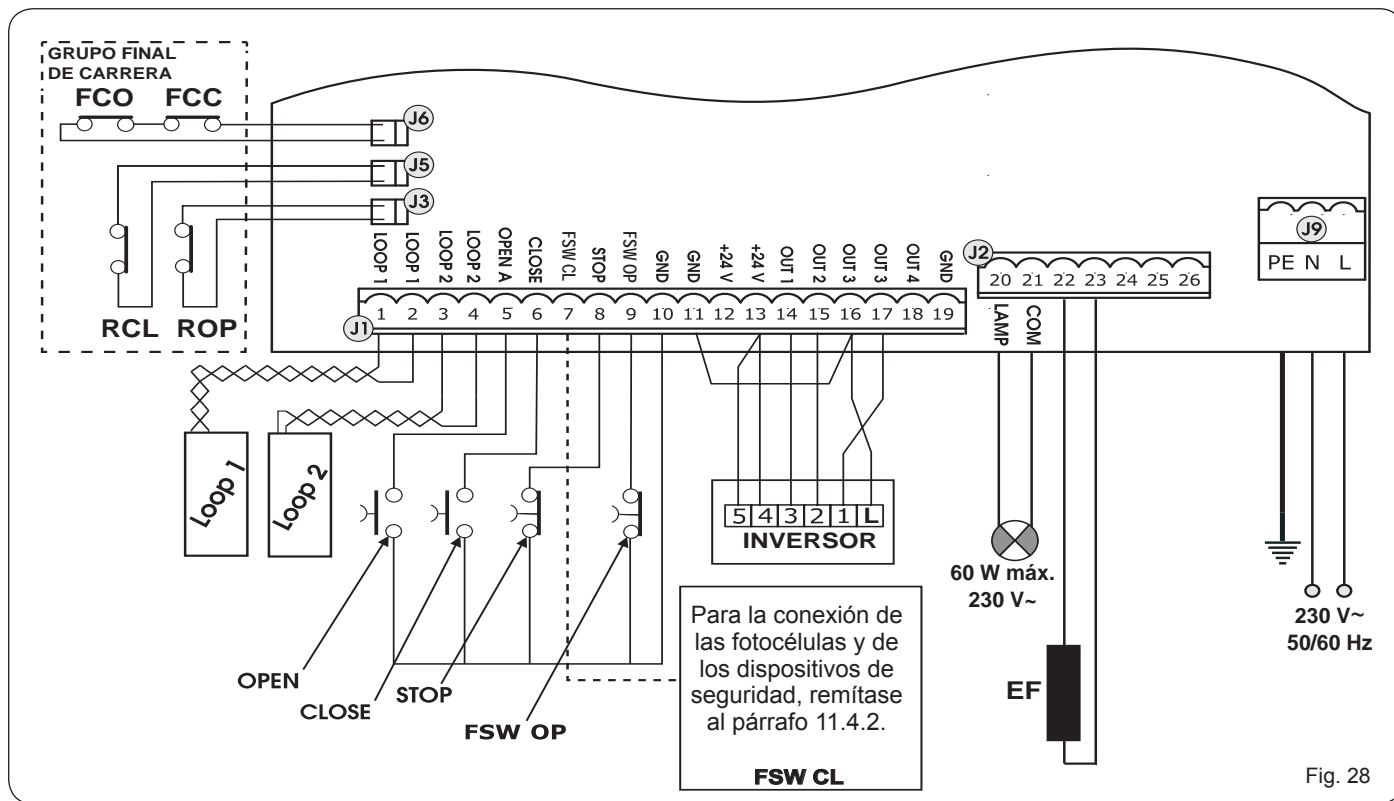

Fig. 28
- Conecte el cable de tierra al correspondiente borne previsto en el conector J9 del equipo (véase fig.28).
11.4.1 REGLETA DE BORNES J1 - ACCESORIOS (FIG. 28)
**⚠** Para no perjudicar el correcto funcionamiento del sistema, no hay que superar la potencia indicada en la fig. 28.
**11.4.4 REGLETA DE BORNES J2, DESTELLADOR (FIG.28)**
**11.4.6 CONECTORES J3, J5-Acoplamientorápido final decarrera EN APERTURA Y CIERRE (FIG. 28)**